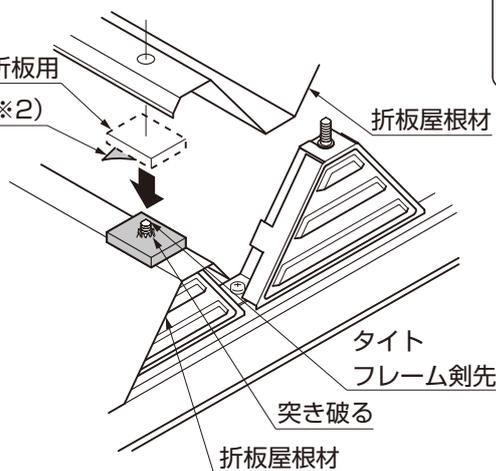
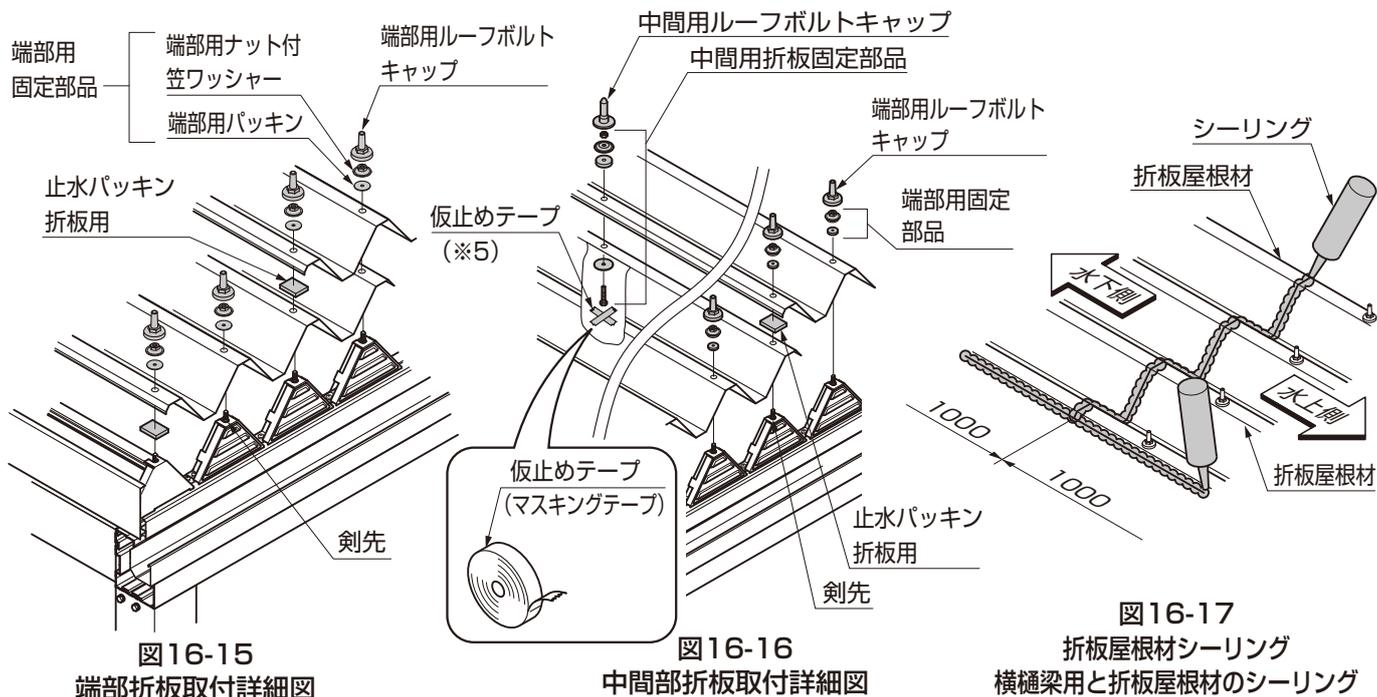

図16-13 止水パッキン 折板用の取付け
図16-15
- ② 止水パッキン折板用のシール（※2）をはがし、横樋タイトフレームからでてくる剣先を突き破って貼付けてください。（図16-13参照）
- ③ 1枚目の折板屋根材を、正面（シャッター側）のタイトフレームから出ている剣先に、両端部の穴にあわせて載せてください。（図16-15参照）
- ④ 折板屋根材の中間部の穴に合わせて、横樋梁用の中間部にφ8の穴（※3）をあけてください。
- ⑤ 折板屋根材の重ね合わせ部の両端部に、剣先を突き破って止水パッキン折板用を貼りつけてください。その後2枚目以降の折板屋根材を載せてください。（図16-13、図16-15、図16-16参照）
- ⑥ 折板屋根材の両端部を、端部用固定金具で組付けてください。（図16-15、図16-16参照）